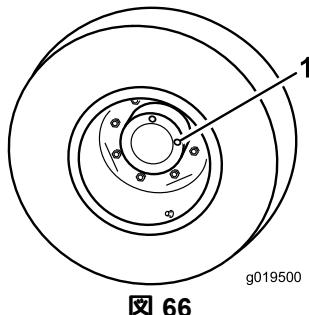

図 66
1. 水平な床面で、点検プラグ図 66 の 1 つが時計の 12 時を指し、もうひとつが 3 時を指すようにマシンを駐車する。
2. 3 時の位置にあるプラグを外す図 66。オイルが点検穴の下ふちまであれば適正である。